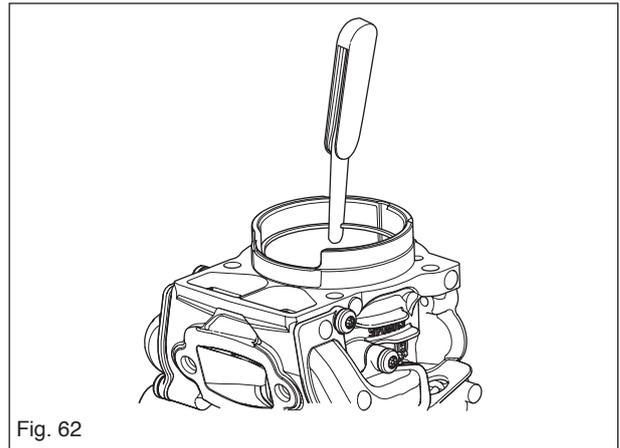

Fig. 62
- Mida el desgaste del segmento de pistón. Desgaste máximo permitido: 1 mm (fig. 62). Utilice el pistón para presionar hacia abajo el segmento.